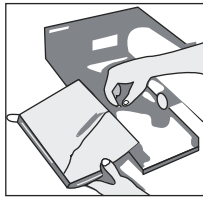

Figure 1
4. Séparez le film et placez-le autour de la barre d'écartement. (Voir Figure 1)